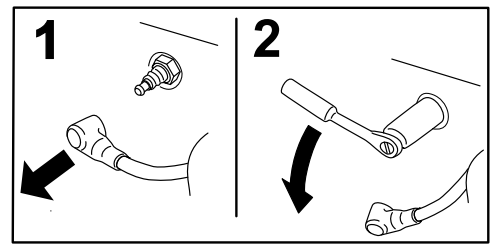

Figura 12
2. Retire la bujía, tal y como se muestra en la Figura 12.